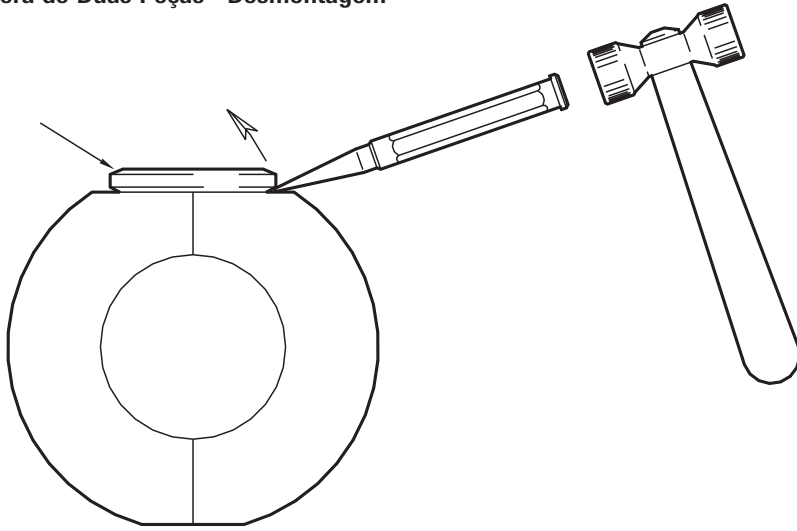

Fig. 1
- 5.1. Retirar o Anel de Fixação (como ilustrado na Fig. 1, página 6).